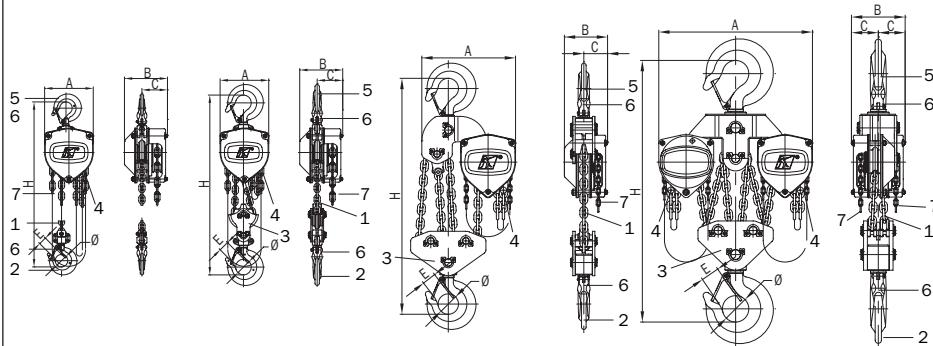
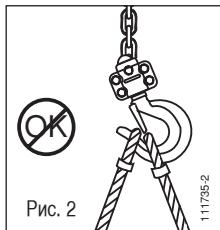

Рис. 1
Рис. 2
Компактный легкий механизм легко устанавливать Таль Tralift™ поставляется оборудованным подъемной цепью (№ 1, рис. 1) и цепью управления (№ 7, рис. 1), предусмотренными для стандартной высоты подъема на 3 М.
Подъемная цепь состоит из одной или нескольких ветвей (см. §2, Технические спецификации); конец цепи, предназначенный для подъема груза, снабжен подъемным крюком (№ 2, рис. 1). Другой конец подъемной цепи (провисающая ветвь) прикреплен к нижнему ограничителю хода (№ 4, рис. 1), который, в свою очередь, прикреплен к механизму.
3. Убедиться в хорошем состоянии крюков (№ 2, рис. 1) и предохранителей (№ 6, рис. 1).
4. Проверить, прикреплен ли конец подъемной цепи со стороны провисающей ветви к нижнему ограничителю хода механизма (№ 4, рис. 1).
1. Убедиться в том, что таль Tralift™ правильно подвешен на крюк подвески (схема 5, рис. 1), и что предохранитель крюка (схема 6, рис. 1) надежно з акрыт (см. рис. 2 и 3).
1. элемент крепления груза надежно сидит на крюке и не мешает закрытию предохранителя (см. рис. 2 и 3).